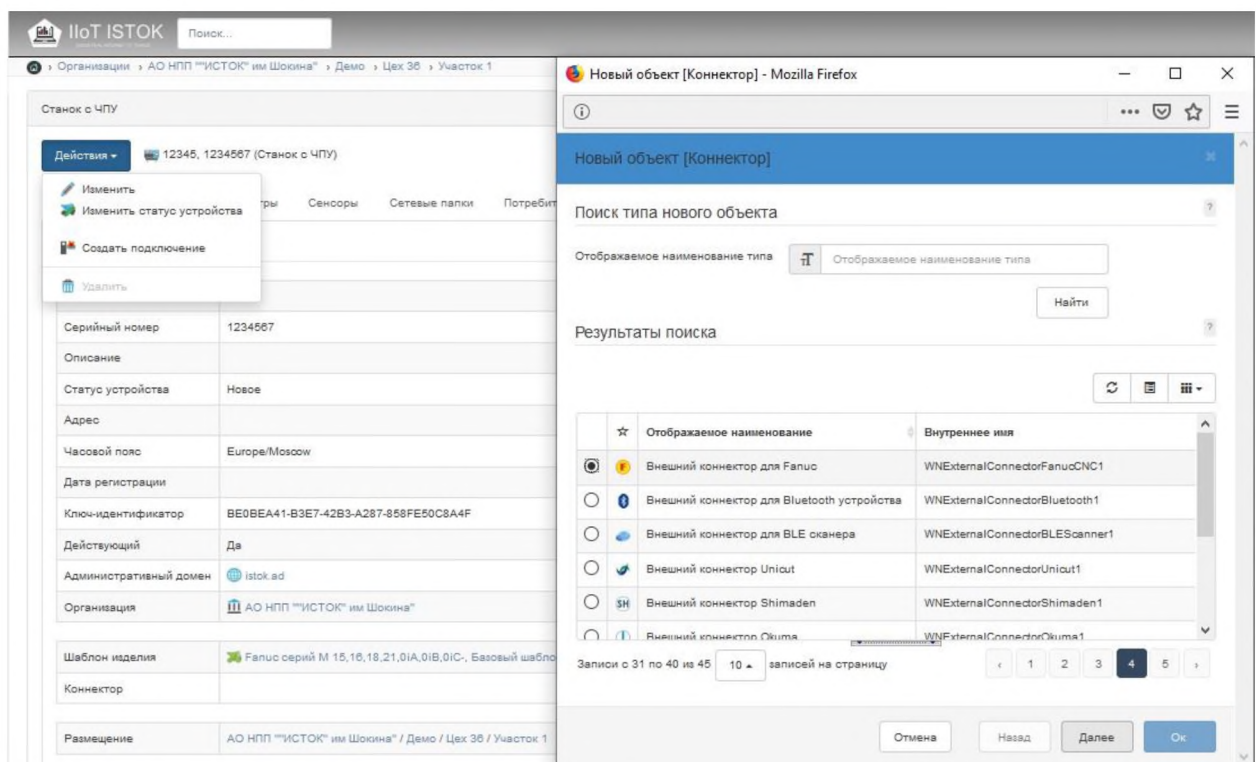

Рисунок 69 – Выбор типа коннектора
- 2) Нажмите **Найти**, выберите соответствующий тип коннектора, например, «Внешний коннектор для Fanuc», нажмите **Далее** (рис. 69).